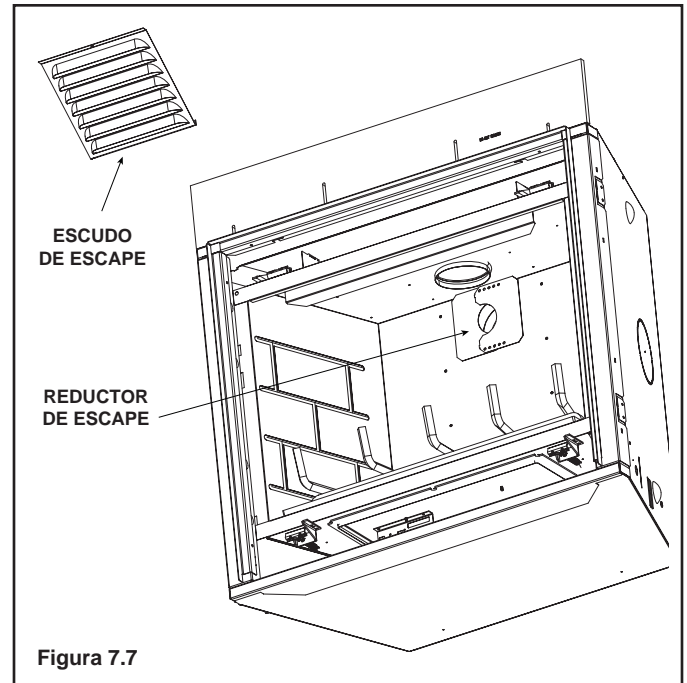

Figura 7.7
1. Retire los cuatro tornillos que sujetan el escudo de escape con una llave para tuercas de 1/4 pulg (vea la Figura 7.7)